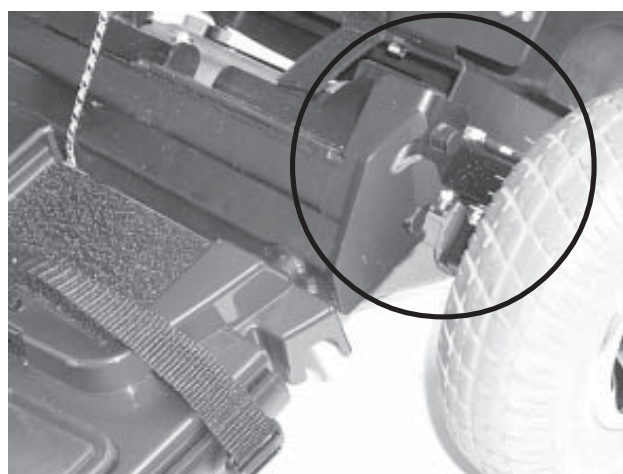

Figure 19. Enboitement des sections de structure
3. Alignez les fentes dans la section avant avec les ergots correspondants dans la section arrière. Voir la figure 19.